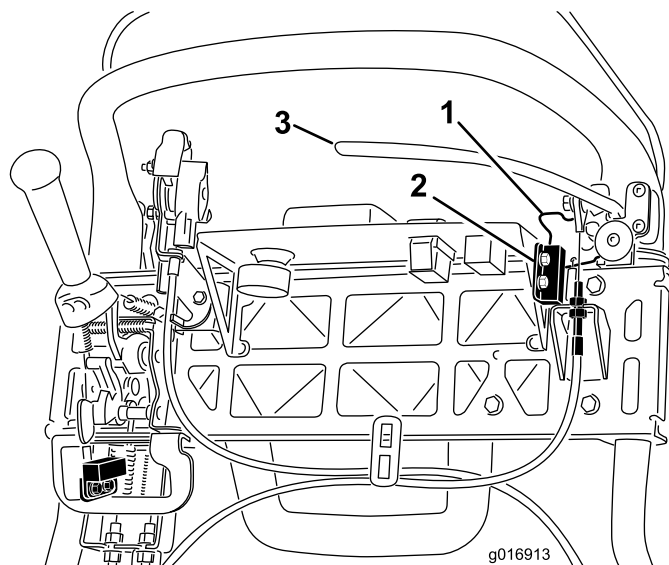

図 40
4. インタロックスイッチを固定しているねじをゆるめる 図 40。
5. 駐車ブレーキのラッチとインタロックスイッチとの間に厚さ 1.6mm のシムをはさむ 図 40。